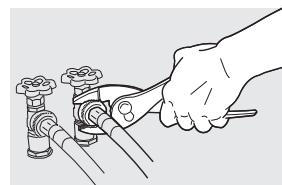

Fig. 6
- Serrez à la main jusqu'à ce qu'ils soient bien serrés. Serrez ensuite chaque raccord d'alimentation de $\frac{1}{2}$ de tour à l'aide de pinces. Ne pas plier, tordre, ni pincer les tuyaux d'entrée d'eau. (Fig. 6).